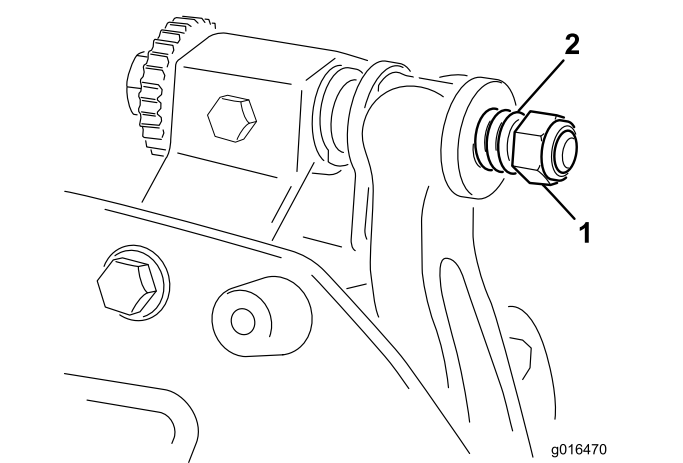

Figura 22
- 6. Apriete la tuerca de tensado del muelle hasta que el muelle esté comprimido del todo, luego aflójela 1/2 vuelta (Figura 22).